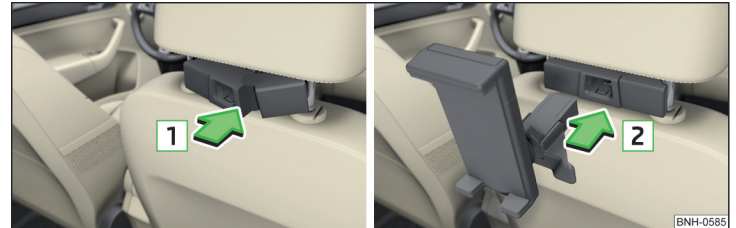

Abb. 96 **Einsetzen: Adapter / Halter**
- Zum **Einsetzen** den geöffneten Adapter an die Führungsstangen der Kopfstütze vorn ansetzen und in Pfeilrichtung **1** einclippen » **Abb. 96** » **!**